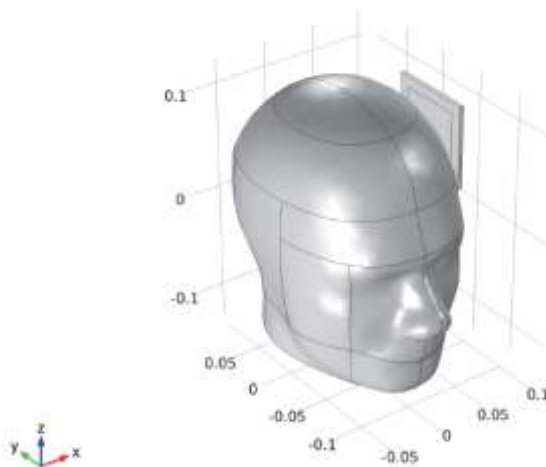

Рис. 11.12. Модель головы пользователя с телефоном в виде патч-антенны
2. В закладке **Setting** для прямоугольника, найдите раздел **Position** (рис. 11.12).